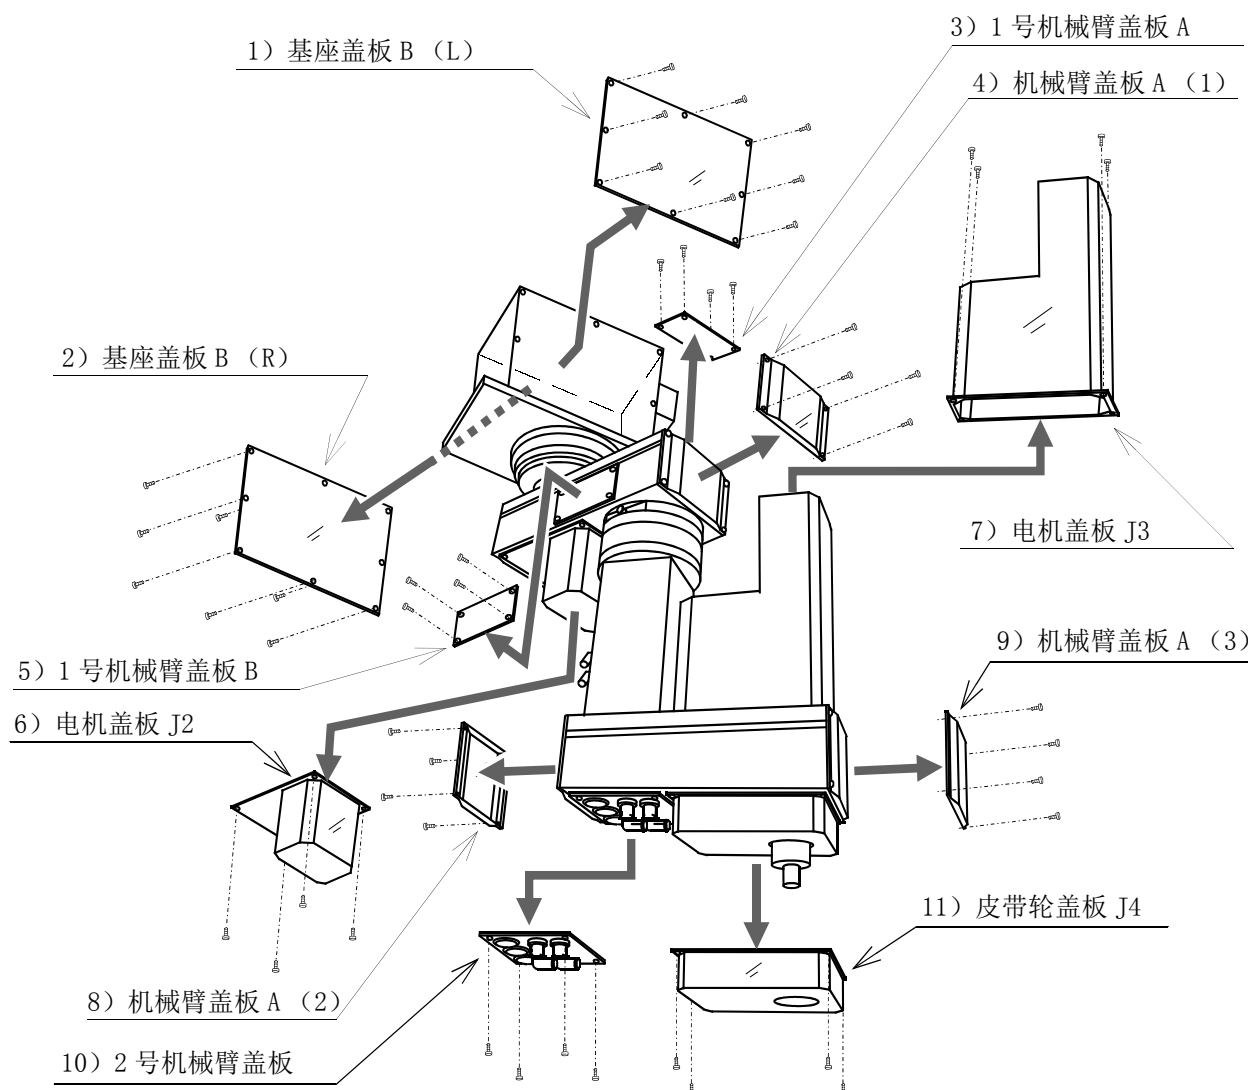

图 5-5: 盖板的拆装方法 (RH-3FRHR 系列)
卸载盖板时，请勿卸载图 5-5、表 5-5 以外的螺丝。
- (1) 请参照图 5-5 卸下盖板。
- (2) 表 5-5 中所示为盖板的名称和安装螺丝的一览。表 5-5 的编号与图 5-5 对应。
- (3) 根据机器人的姿势，有些盖板可能难于拆卸。此时，应通过 JOG 操作改变机器人的姿势后拆卸盖板。
- (4) 维护点检后安装盖板时，应按与卸下时相反的顺序进行安装。应以表 5-5 所示的转矩拧紧安装螺栓。